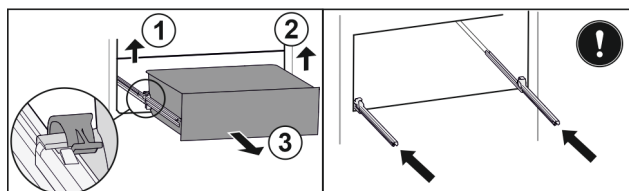

Fig. 165
- ▶ 提起左侧夹子，同时将抽屉左侧向前拉。 Fig. 165 (1)
- ▶ 提起右侧夹子，同时将抽屉右侧向前拉。 Fig. 165 (2)
- ▶ 朝前取出抽屉。 Fig. 165 (3)